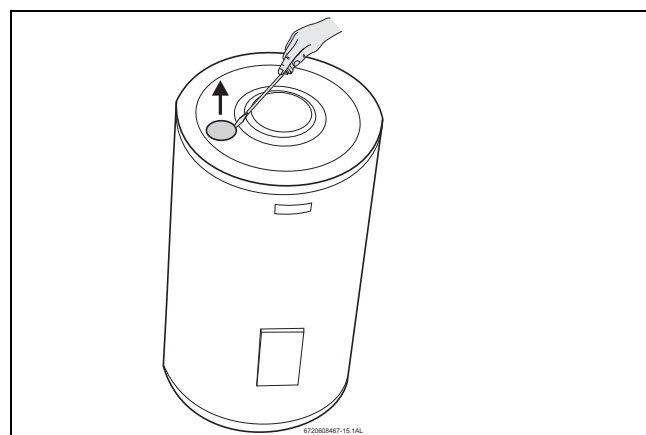

Fig. 15
- ▶ Retire la tapa de plástico situada en la parte superior del termo eléctrico, véase Fig. 15.